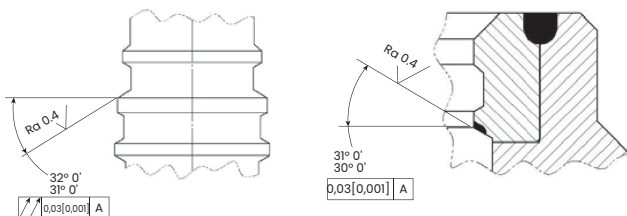

Рис. 2. Пробка и кольцо седла
Посадочные поверхности: Убедитесь, что углы посадки на восстановленных деталях находятся в пределах указанных допусков (см. рисунок 2 ниже). Детали, восстановление которых требует снятия большего слоя металла, необходимо отбраковать и заменить.
7. Поместите подходящий инструмент на резьбу штока клапана (5), чтобы обеспечить ручное вращение. Варианты ручного инструмента для восстановления поверхности включают в себя использование Т-образной ручки, закрепленной с помощью контргайки, или использование плоского куска стали с просверленным отверстием и двумя контргайками для крепления к штоку клапана (5).
8. Притирка кольца седла (3) осуществляется вращением пробки (5) при помощи коротких возвратно-поступательных движений. После 8-10 движений поднимите пробку (5) и повторите операцию не менее трех раз, смещаясь на 90°, 180° и 270° относительно исходного положения.
10. После выполнения притирки разберите детали, очистите их и установите обратно, соблюдая допуски углов посадки (см. рисунок 2).